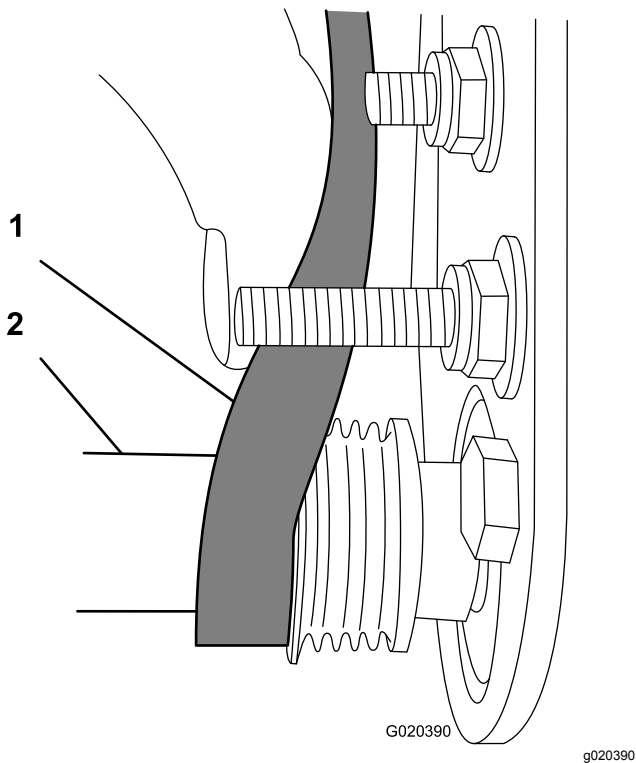

Рисунок 17
- Начните надевать ремень на **ведомый шкив** (Рисунок 17).
- Используйте глубокую головку (9/16 дюйма) для вращения щетки в сборе и установки ремня на ведомый шкив (Рисунок 17).